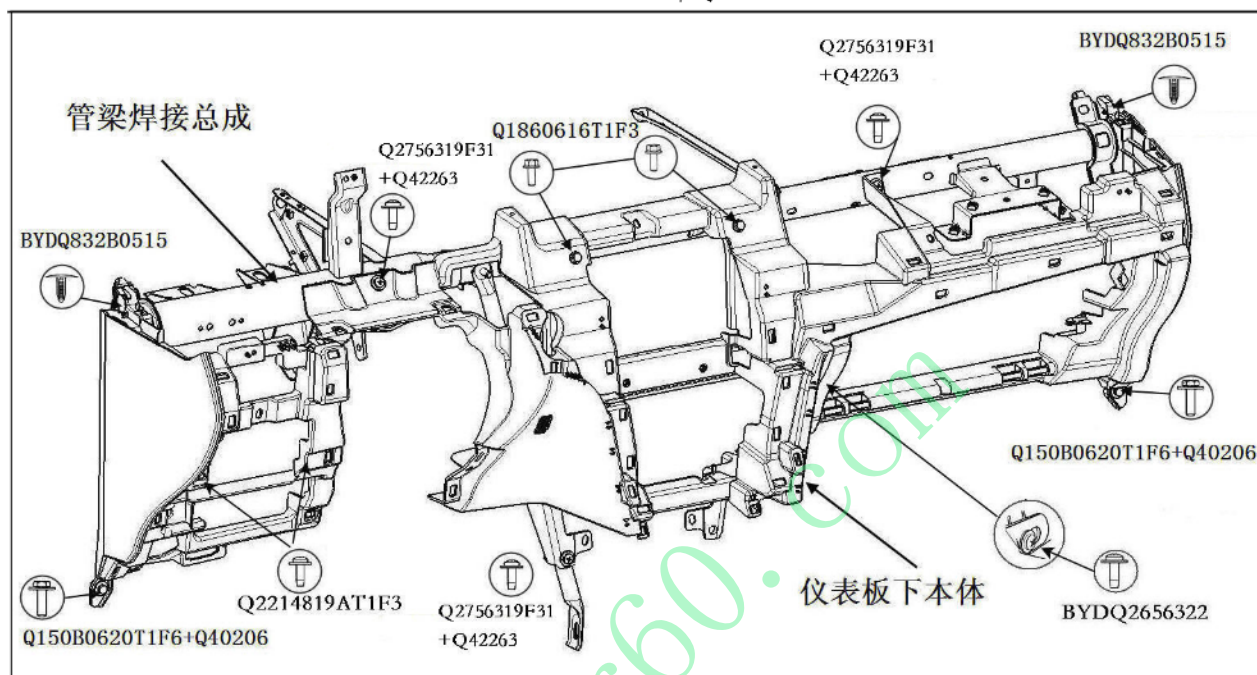

图 4.1.15 仪表板下本体的拆卸
1. 拆卸前应先了解仪表板下本体结构及各紧固件位置 (见图 4.1.15);